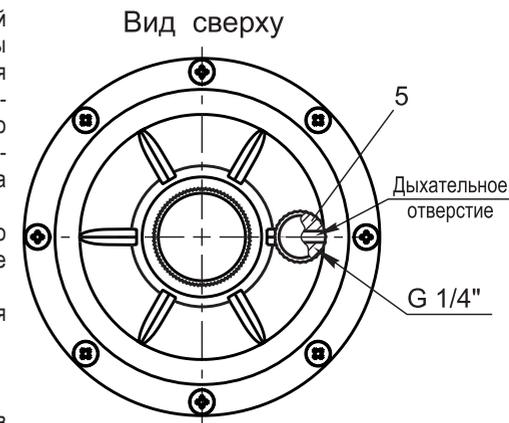

Рис. 4
4.2.11 В заглушке дыхательного отверстия 5 (см. рис. 4) выполне-